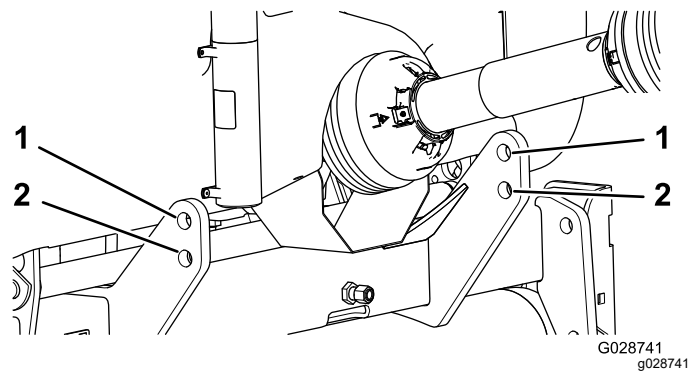

Figura 5
**Nota:** Para obtener la máxima separación del suelo, instale los pasadores de enganche en los orificios inferiores de la placa de enganche de la máquina (Figura 5). Para determinar cuándo deben usarse los orificios de montaje superiores, consulte el procedimiento de Configuración 4 Conexión del árbol de la TDF (página 11).